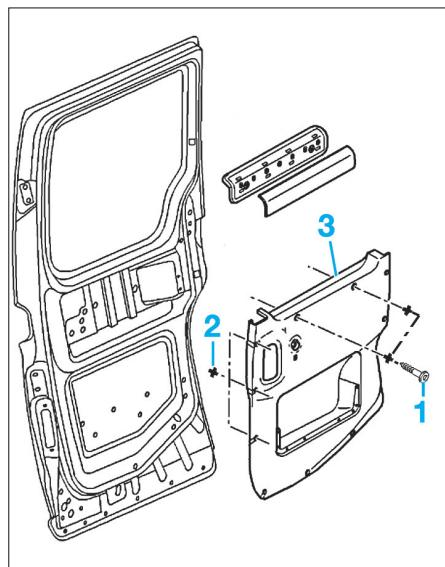

FIG. 50
- Déposer les vis de fixation (1) (Fig.50).
- Dégrafez les 9 clips de maintien (2) de la garniture.
- Déposer la garniture de porte (3).